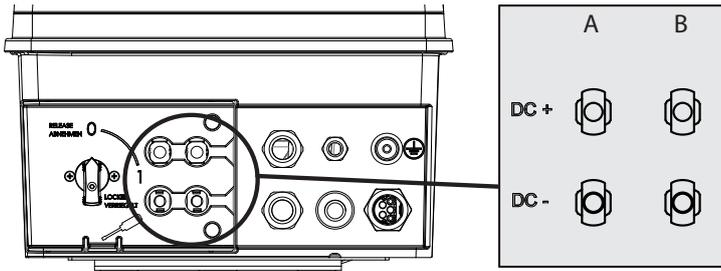

Bild 25: Anschlüsse für DC-Plus und DC-Minus
Schließen Sie den PV-Generator an die 2 DC-Plus- und 2 DC-Minus-Anschlussstecker an der Gehäuseunterseite an (siehe Bild 25 auf Seite 22). Halten Sie sich die nachfolgenden Beschaltungsbeispiele. Der Wechselrichter erkennt diese typischen Konfigurationen automatisch. In einzelnen Fällen müssen Sie die gewählte DC-Beschaltung nach der Installation im Menü einstellen.
4. Abdeckung zur Sicherung der DC-Anschlüsse aufsetzen und durch drücken einrasten. (Bild 25 auf Seite 24)